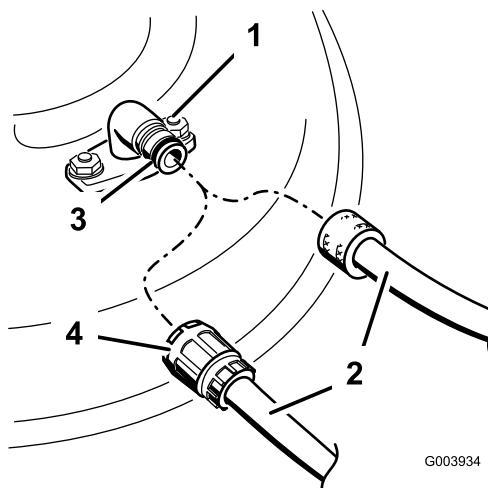

Figure 47
- Branchez un flexible au raccord de lavage et ouvrez l'arrivée d'eau à fond (Figure 47).